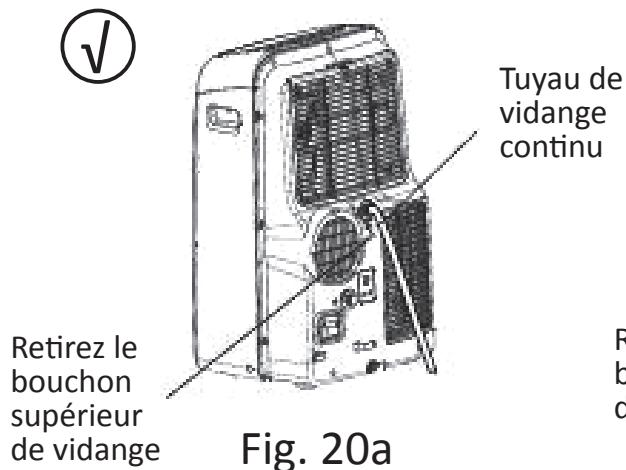

Fig. 20a
- En mode Déshumidifier, retirez le bouchon supérieur de vidange à l'arrière de l'appareil et insérez le tuyau de vidange dans le trou. Placez l'autre extrémité du tuyau directement au-dessus de la zone de vidange au sol. Voir Fig. 20a.
REMARQUE : Assurez-vous que le tuyau est correctement fixé pour qu'il n'y ait aucune fuite. Dirigez le tuyau vers la zone de vidange en veillant à ce que le tuyau ne soit pas plié et empêche la circulation de l'eau. Placez l'extrémité du tuyau dans la zone de vidange et assurez-vous que celle-ci soit face vers le bas afin que l'eau circule librement (voir Fig. 20a, 20b, 21a). Ne laissez jamais le tuyau pointer vers le haut (voir Fig. 21b).